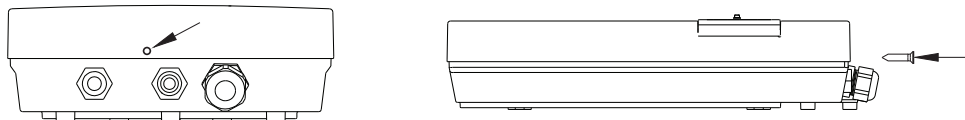

Рис.7 Крепление передней и задней крышек винтом
1. Открутите винт, которым фиксируются передняя и задняя крышки (см. **Рис.7**), откройте переднюю крышку;